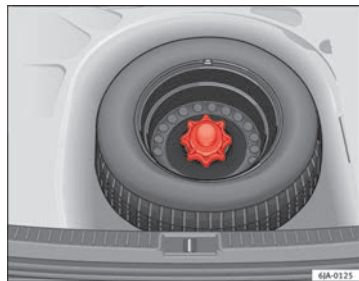

Fig. 171 Roda de emergência: piso de carga levantado
- Levante o piso de carga e mantenha-o numa posição elevada para poder retirar a roda de emergência ⇒ Fig. 171.